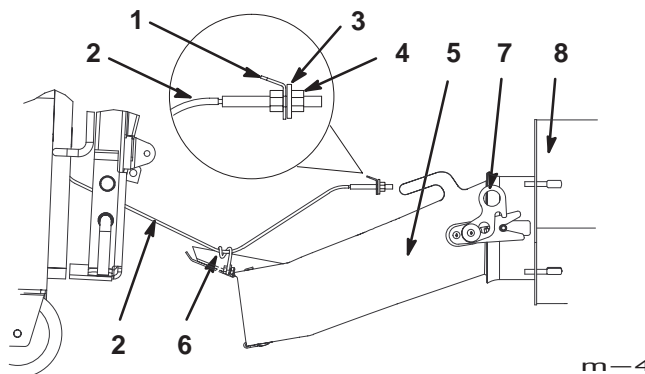

Bild 43
4. Kippen Sie den Sitz hoch und entriegeln die Ansaugluftkammer von beiden Seiten der Ventilatorsaugseite (Bild 43).
5. Ziehen Sie die Ansaugluftkammer aus dem Ventilatorgehäuse heraus und legen sie auf den Boden (Bild 43).
6. Ziehen oder schieben Sie die Ansaugluftkammer zwischen dem Schneidwerk und dem Antriebsreifen heraus (Bild 43).
3. Kippen Sie den Sitz hoch, greifen nach unten und lenken die Ansaugluftkammer in das Ventilatorgehäuse. Stellen Sie sicher, dass die Riegel der Ansaugluftkammer an beiden Seiten des Ventilatorgehäuses einschnappen (Bild 43).
4. Greifen Sie von der linken Seite vor dem Antriebsreifen hinein, heben die Ansaugluftkammer hoch und wickeln den Zug entgegen dem Uhrzeigersinn um die Ansaugluftkammer-Zugführung (Bild 43).